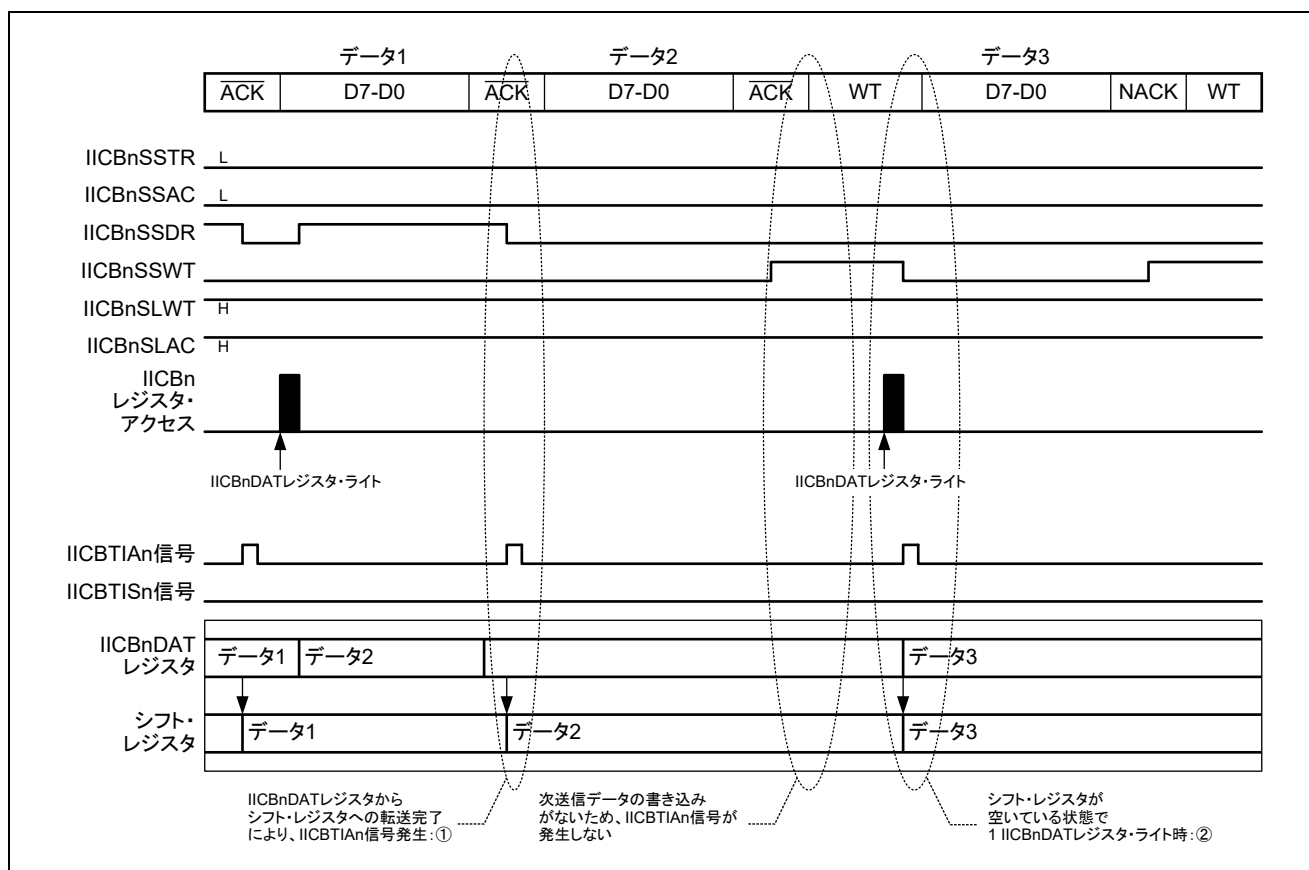

図24.13 IICBTIA 信号発生タイミング（送信、連続転送モード）
シフト・レジスタおよび IICBnDAT レジスタに送信データがない状態で、IICBnDAT レジスタにデータをライトしたとき（図24.13の②のタイミング）。
IICBnDAT レジスタからシフト・レジスタにデータを格納したとき（図24.13の①のタイミング）。